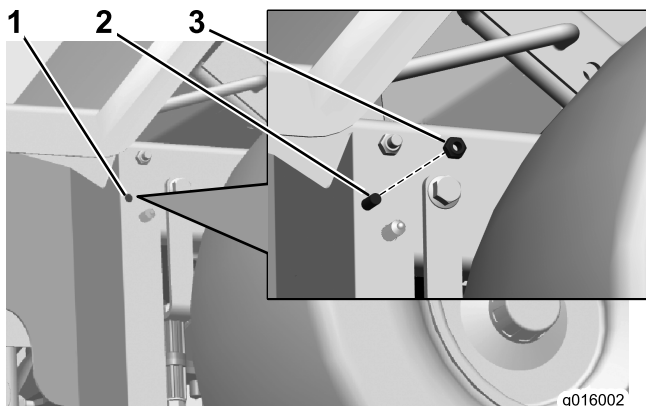

Figure 6
2. Percez un trou dans le cadre, juste devant la roue arrière gauche. Utilisez le trou ouvert dans le protège-courroie de cadre gauche comme guide (voir Figure 6).
3. Posez le boulon à tête hexagonale et le contre-écrou, comme illustré à la Figure 6.